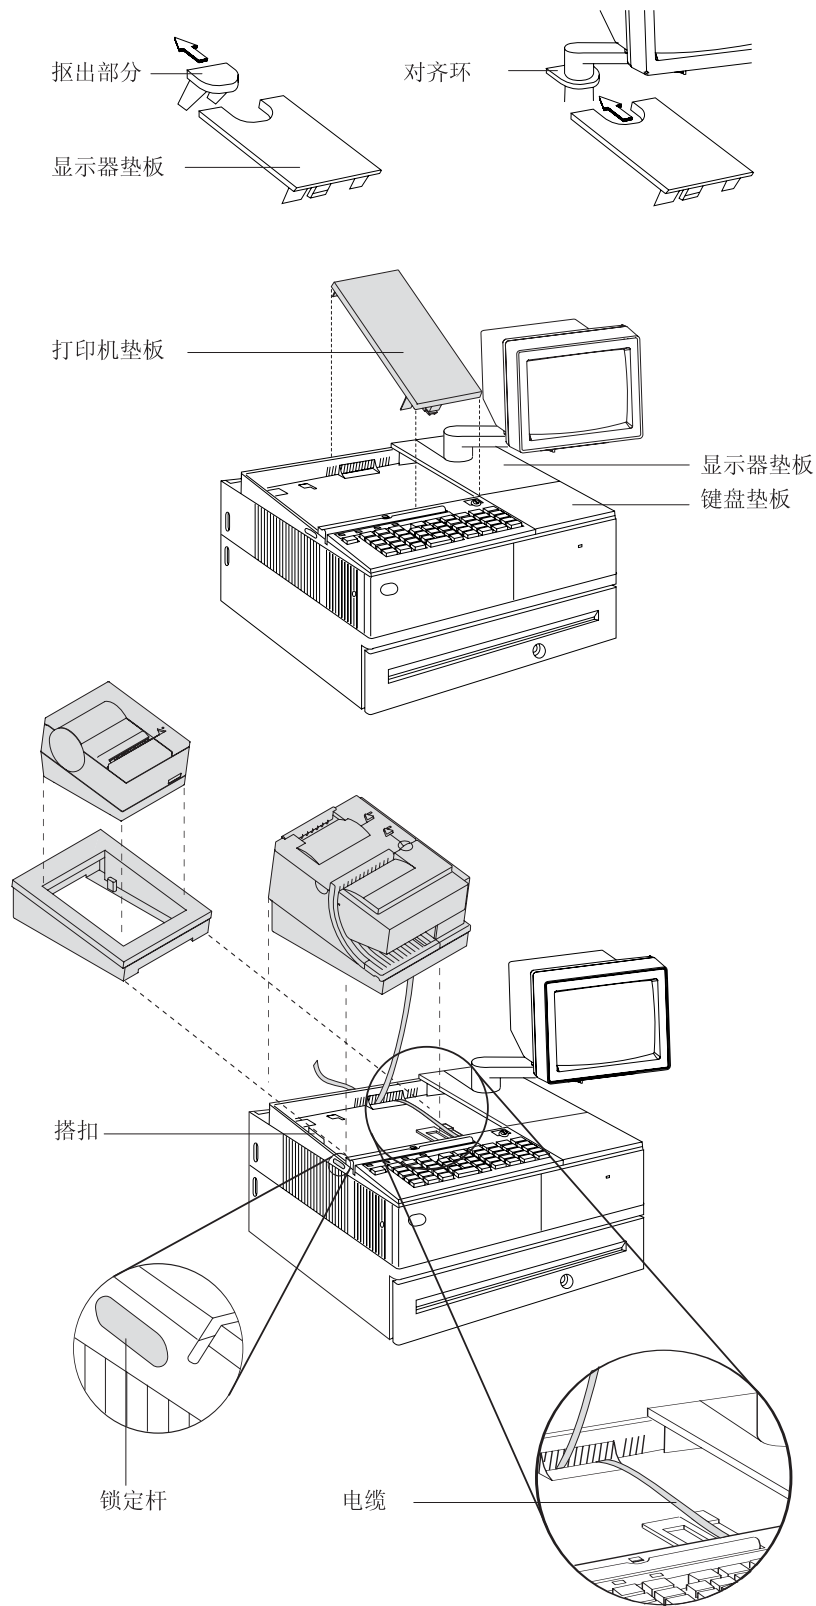

图 12. 安装 EIA-232/RS-485 系统的垫板
- c. 将键盘电缆连到固定片那一侧, 如第 21 页的图 12 所示。
- c. 将显示器垫板与定位环对齐并将其嵌入。然后将显示器垫板压到系统单元的正确位置上。请参阅第 21 页的图 12。
3. 如果没有视频显示器，则将显示器垫板放置在该系统单元上。不要卸下活销部分。请参阅第 21 页的图 12。
4. 如果使用的是短键盘，请将键盘填充件放在键盘边上。请参阅第 21 页的图 12。
5. 将打印机填充件放在显示器填充件边上。请务必将打印机电缆沿侧边布线，如第 21 页的图 12 所示。